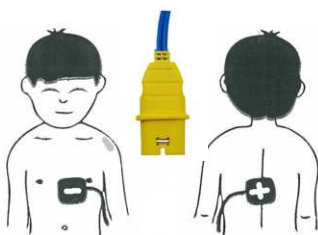

Fig. 5.4 Sites d'application pour les jeunes enfants de moins de 25 kg
1. Nettoyer et sécher les sites d'application des électrodes (Fig. 5.4 Sites d'application pour les jeunes enfants de moins de 25 kg page 92). Pour nettoyer la peau, la frotter vigoureusement avec un chiffon sec.
2. Appliquer une électrode à gauche du sein droit, tel qu'illustré ci-contre (Fig. 5.4 Sites d'application pour les jeunes enfants de moins de 25 kg page 92).
3. Appliquer la seconde électrode sur le dos, au même niveau que l'électrode thoracique, tel qu'illustré ci-contre (Fig. 5.4 Sites d'application pour les jeunes enfants de moins de 25 kg page 92).